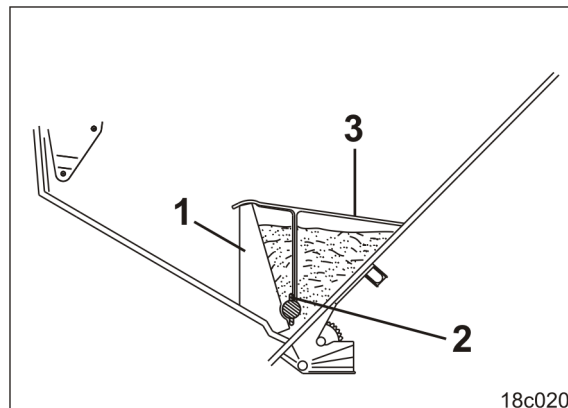
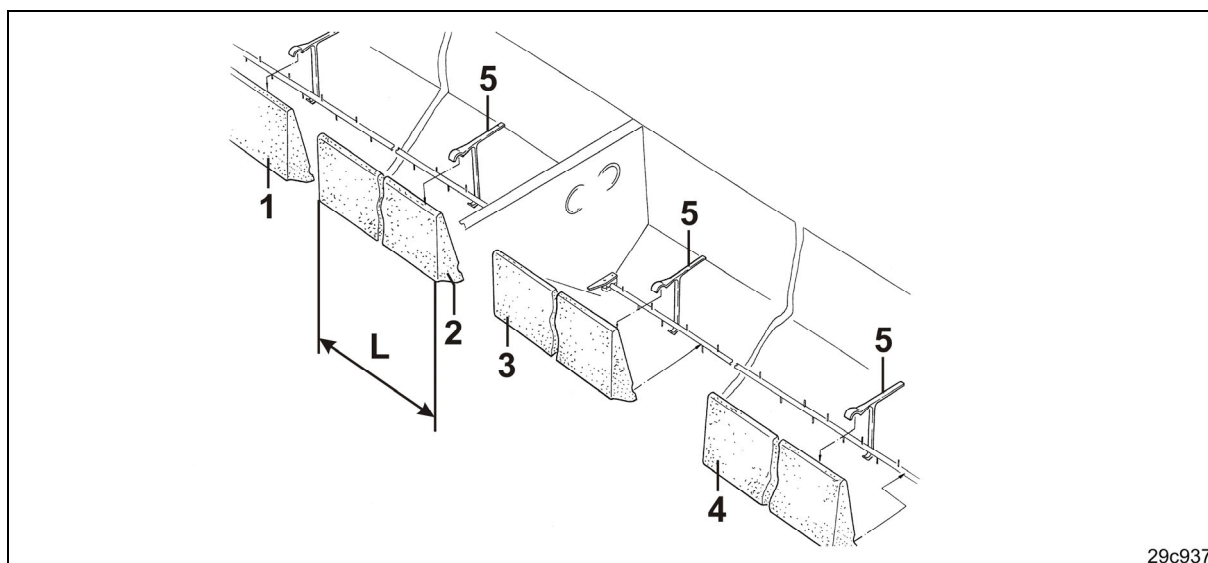

Fig. 146
Fig. 147
Poziționați știfturile de amestecare (Fig. 146/2) vertical, dacă axul agitator nu are elemente de amestecare rotunde, consultați capitolul Susținerea axului agitator, la pagina 68.
2. Fixați separatoarele pentru rapiță (Fig. 146/1) cu clemele (Fig. 146/3) în buncărul de semințe, vezi schița de montaj (Fig. 147).